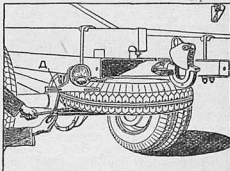

Рис. 3. Снятие держателя запасного колеса
2. Вдеть левой рукой в отверстие **D** вороток ключа для колесных гаек и отвернуть правой рукой гайку настолько, чтобы стержень подвески вынимался свободно (рис. 3).